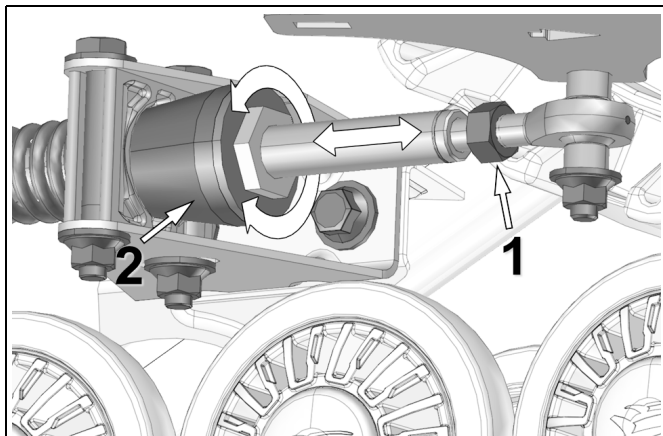

Figure 17
- Desserrer le contre-écrou (1) de l'embout à rotule. Ajuster la longueur de l'embout à rotule de sorte qu'il n'y ait aucune pression sur le cône de caoutchouc (2). Voir la Figure 17.